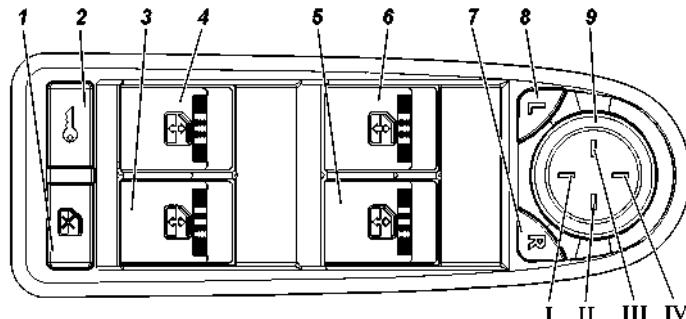

Рис. 3.16. Модуль переключателей двери водителя с мультиплексным управлением:
водителя, а при повторном нажатии на кнопку 2 ПДУ или кнопку 2 (рис. 3.16) МДВ – разблокировка остальных боковых дверей и двери задка.
- нажать выключатель 2 (рис. 3.16) МДВ. Каждое нажатие производит блокировку или разблокировку замков.
Управление положением стекла производится выключателями, расположеннымными на подлокотниках соответствующих дверей автомобиля. На подлокотнике двери водителя выключателями 3,4,5,6 (рис. 3.16), осуществляется управление перемещением положения стекол боковых дверей.
Управление электроприводом левого и правого наружных зеркал производится единым переключателем 9 (рис. 3.16), расположенным на МДВ. Выбор подлежащего регулировке по командам от переключателя зеркала производится одним из выключателей 7 или 8 МДВ – кнопок выбора зеркала. Одновременная регулировка положения левого и правого зеркал невозможна.